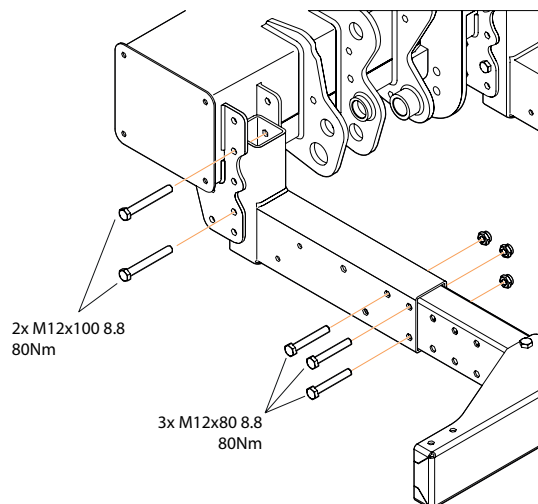

Imagen 41. Montaje de la protección contra empotramientos
1. Monte la parte interior de cada soporte, se pueden montar en cuatro alturas diferentes. Elija una altura que proporcione una posición que cumpla con los requisitos legales, consulte el apartado "3.2 Medidas reglamentarias" en página 9. Utilice el tornillo correspondiente M12x100. Monte sin apretar los tornillos, consulte Imagen 41.
Utilice el tornillo correspondiente M12x80. Monte sin apretar los tornillos. Consulte Imagen 41.